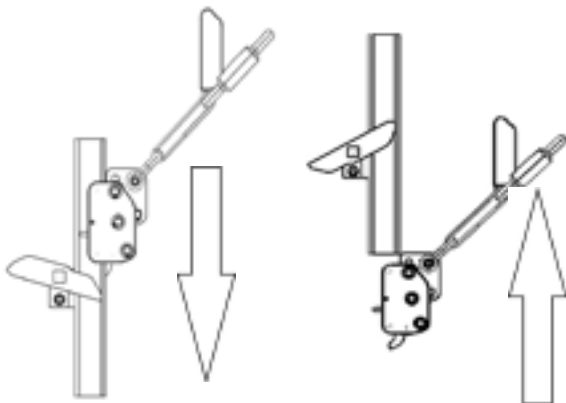

Abb. 17 Einstieg in die Steigschutzschiene
3. Beim Erreichen des Sicherungsläufers der Endanschlüsse vom Typ A oder Typ B (Abb. 17) wird verhindert, dass der Sicherungsläufer die Steigschutzschiene ungewollt nach oben bzw. unten verlässt.